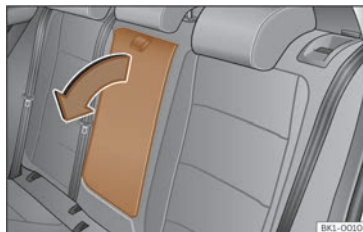

Fig. 76 Repousabrazos central traseiro abatible (representación esquemática).
- Para **baixar** o repousabrazos, tire do lazo no sentido da frecha >>> **fig. 76**.